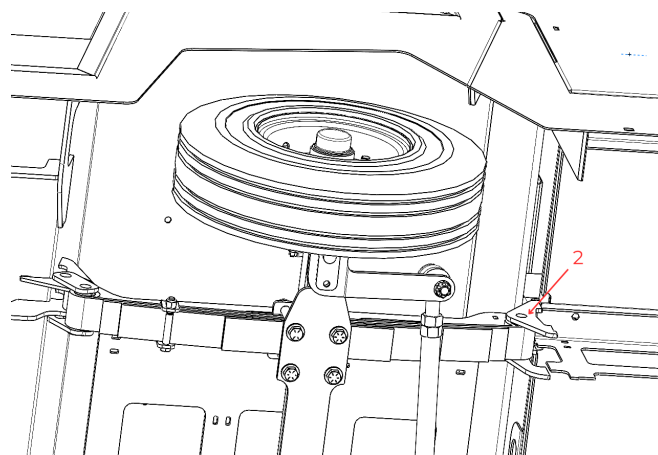

Figure 12. Plaques de montage de la suspension arrière.
- Plaques de montage de la suspension arrière (2) (voir figure 12).